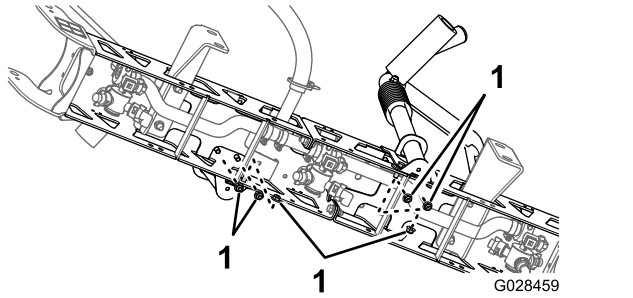

Figura 38
3. Instale los soportes en la sección del brazo (Figura 37 y Figura 38) con 6 pernos ( $\frac{3}{8}$ " x 1") y 6 contratuercas con arandela prensada ( $\frac{3}{8}$ ").